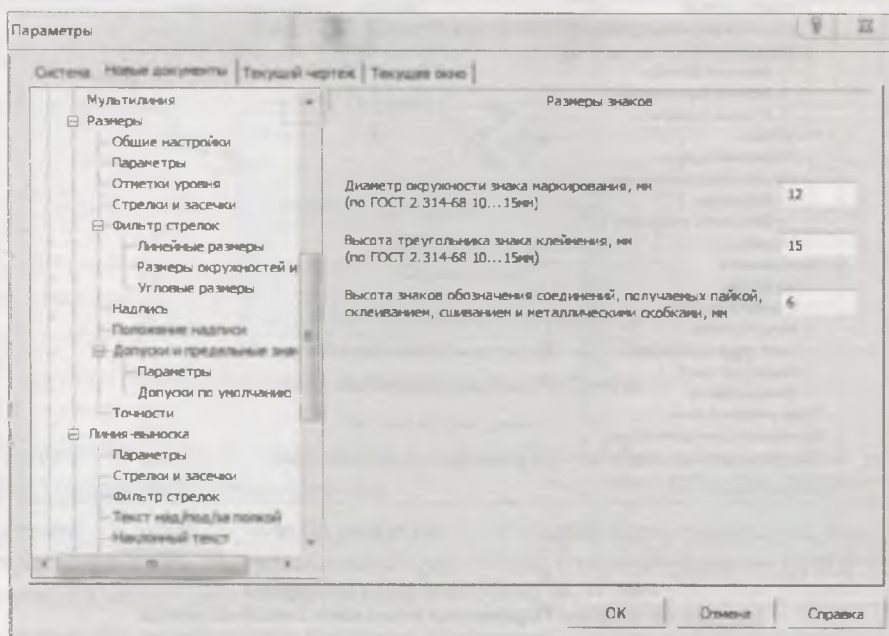

Рис. 17.26. Диалоговое окно **Параметры** с открытой панелью **Размеры знаков**
- ◆ выделите пункт **Размеры знаков** — в правой части появится панель **Размеры знаков** (рис. 17.26). На этой панели вы должны задать размеры окружности знака маркирования и треугольника знака крепления: